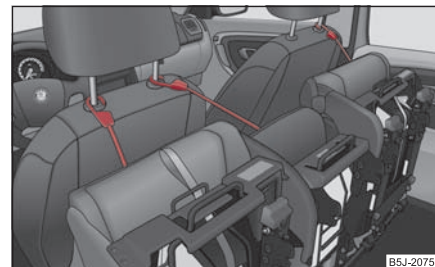

Fig. 68 Fixer les sièges rabattus
- Fixez le siège rabattu au moyen de la sangle de fixation sur une tige de guidage de l'appui-tête du siège concerné ⇒ fig. 68.